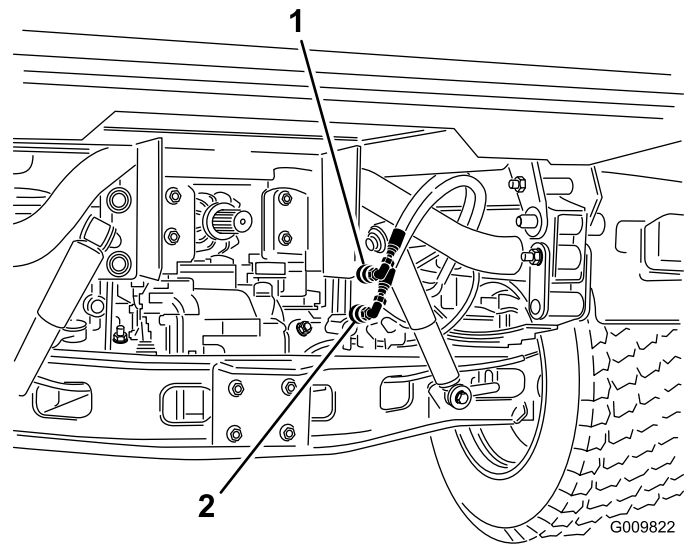

図 73
2. それぞれの車両で、クイックカップラホース 2 本を、カップラブラケットのホースから外す 図 73。